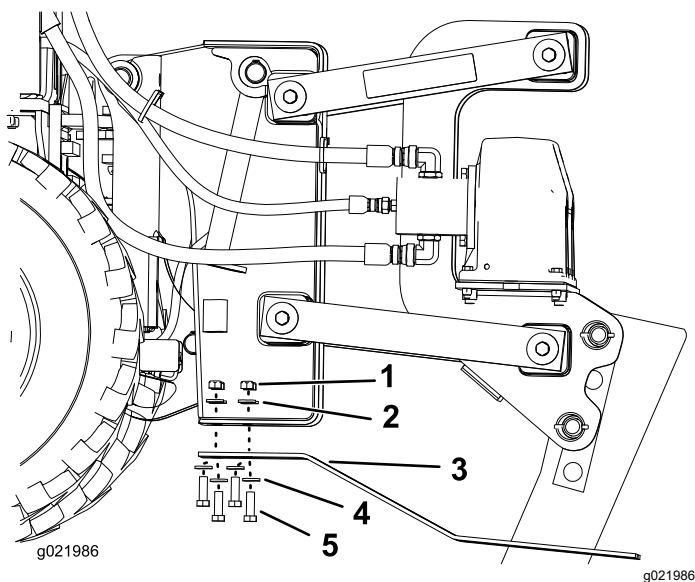

Рисунок 18
3. Удалите 4 болта, 4 гайки и 8 шайб с опорных башмаков (Рисунок 18).
4. Установите новые опорные башмаки и закрепите их ранее снятыми крепежными деталями (Рисунок 18).